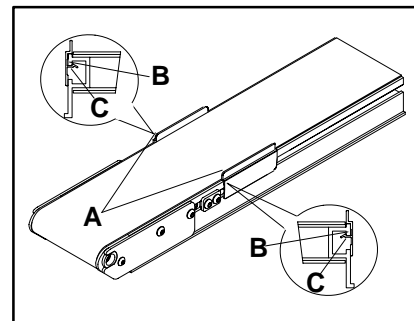

Figure 3: Détail de montage du guide de déroulement de la bande pour les convoyeurs à profil mince
Tous les convoyeurs à profil à bord mince sans option de guidage disposent de guides d'enroulement de bande installés en usine (A la figure 3), et posés à chaque extrémité du convoyeur. Chaque guide est une pièce en plastique pré-former de 89 mm de long qui se clips sur une partie du bord du convoyeur, au-dessus de la rainure en T (B).
NOTE: Utilisez les guides de déroulement de la bande (A de la figure 3) lors du premier démarrage du convoyeur pour plaquer la bande du convoyeur, dans la mesure où cela est nécessaire. Les guides peuvent être laissés en place ou enlevés, après le démarrage. Veillez à conserver ceux-ci pour le redémarrage après nettoyage ou le remplacement des bandes.